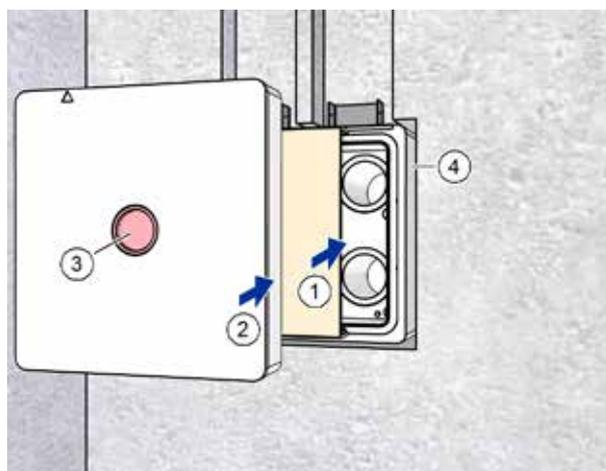

Fig. 15: Inserimento dell'inserto di cartone e del coperchio di protezione dall'intonaco
- ▶ Inserire l'inserto di cartone (pos. 1 nella Fig. 15) nella cassetta a muro (pos. 4 nella Fig. 15).
- ▶ Inserire il coperchio di protezione dall'intonaco (pos. 2 nella Fig. 15) nella cassetta a muro (pos. 4 nella Fig. 15) fino al punto d'arresto.
- ▶ Controllare che il coperchio di segnalazione rosso (pos. 3 nella Fig. 15) sia posizionato nel coperchio di protezione dall'intonaco.